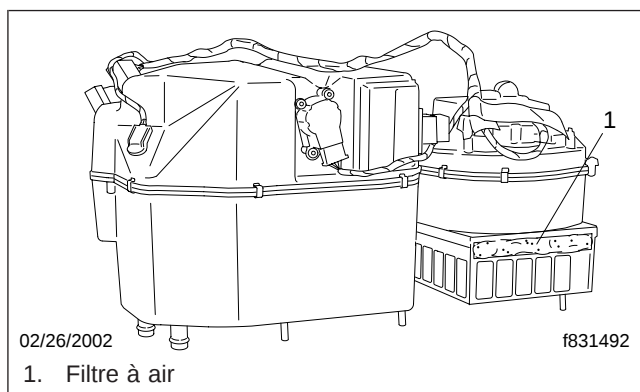

Fig. 5, Ensemble HVAC couchette
3. Coulissez le filtre à air pour le retirer de l'ensemble HVAC du compartiment couchette; voir la figure 5.